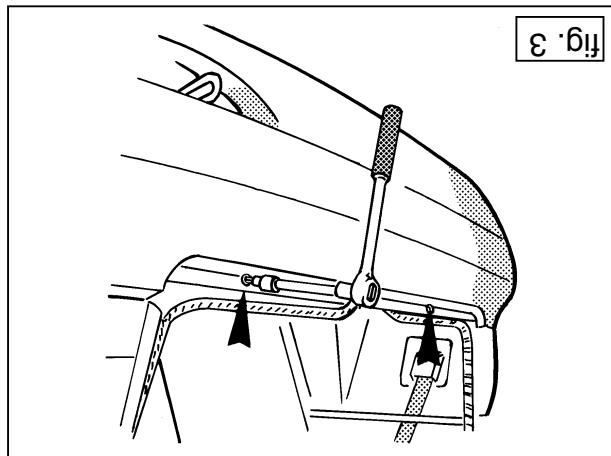
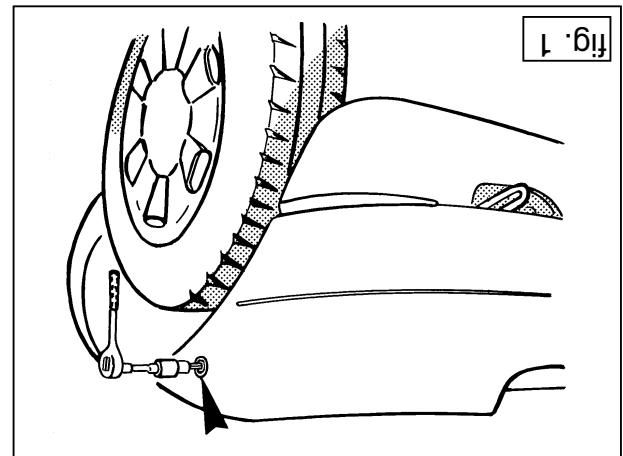

fig. 3
fig. 1
1. Demonteer de bumper overeenkomstig fig.1 t/m fig.3. Neem de kentekenplaatverlichting in het midden van de bumper los.
1. Remove the bumper, as shown in figs 1 to 3. Undo the number plate light in the middle of the bumper.
1. Die Stoßstange entsprechend Fig.1 bis Fig.3 demontieren. Die Nummernschildbeleuchtung in der Mitte der Stoßstange entfernen.
1. Demonter kofangeren ifølge fig.1 til og med fig.3. Demonter nummerpladebelysningen midt på kofangeren.